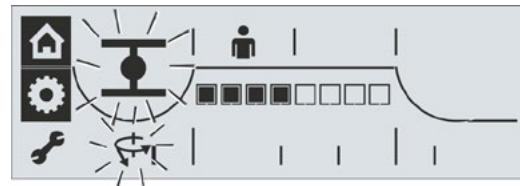

Fig. 2 : Menu Paramètres actif
5. Confirmer la sélection : appuyer sur le Drive Controller. Le servomoteur se trouve dans le menu « Paramètres », le symbole de la clé est constamment éclairé et le symbole correspondant au premier paramètre clignote. Il s'agit ici du couple à la butée FERMÉ (Fig. 2).